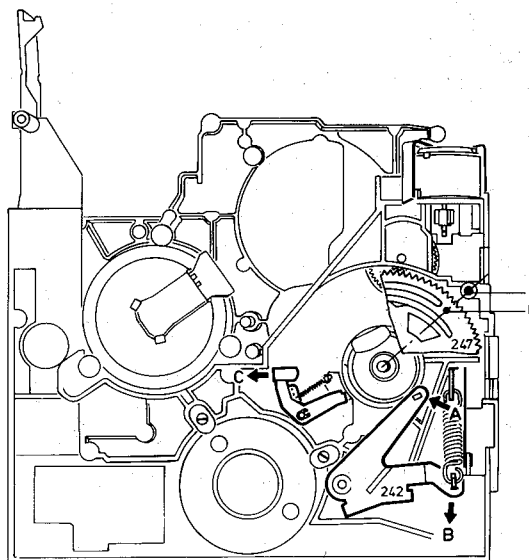

Fig. 2-1-13
- Codescheibe ausbauen, indem sie von der Zentralachse abgehoben wird. Dabei muss gleichzeitig der Hebel 213 auswärts gedrückt werden, Fig. 2-1-13.
- Das Gleitblock so auf die Achse der Fühler stellen, dass die lange Achse in etwa senkrecht zu der Verbindungslinie zu der Achse der Codescheibe steht, Bild 2-1-13.